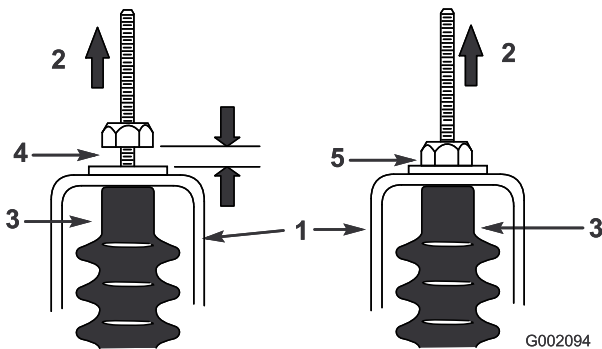

Figura 59
5. Puxe cada cabo de mudanças para se certificar de que existe folga de 0,76 a 1,52 mm entre a porca/anilha e o suporte neutro (Figura 59).